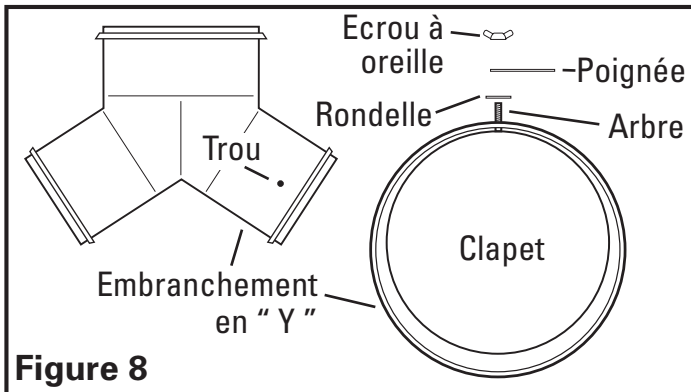

Figure 8
3. Insérez l'arbre du clapet dans le trou perforé à l'étape 2. Placez la rondelle, la poignée et ensuite l'écrou à oreille dans l'arbre (**Figure 8**).